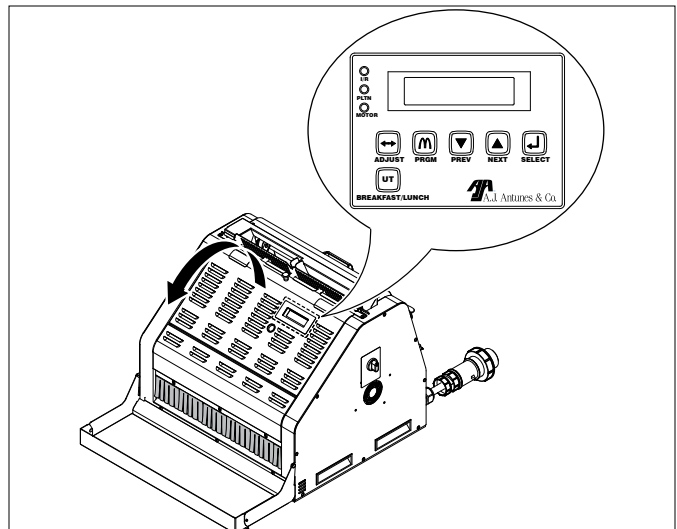

Figure 3. Accès au panneau de commande du UTX-200L
1. Ouvrir le couvercle avant donnant accès au panneau de commande (figures 3 et 4).